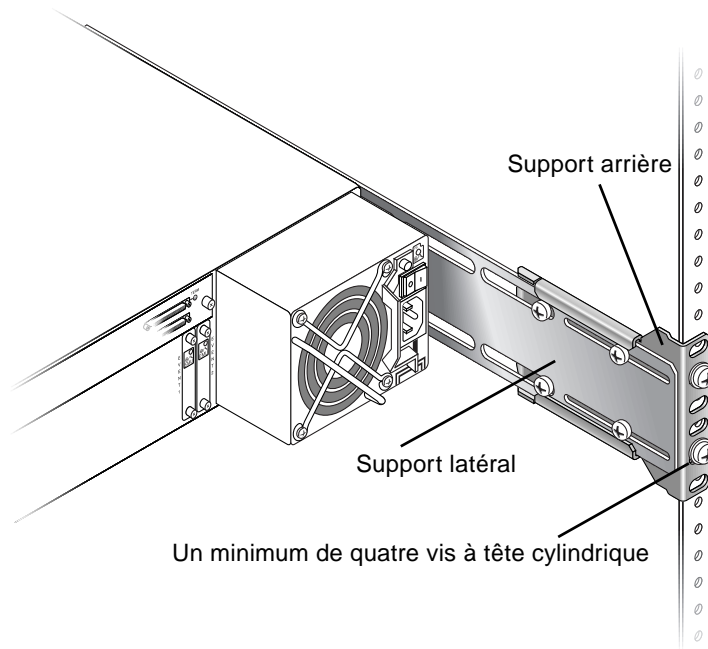

FIGURE 2-5 Supports latéral et arrière assemblés
7. Attachez chaque support latéral à un support arrière (voir FIGURE 2-5):